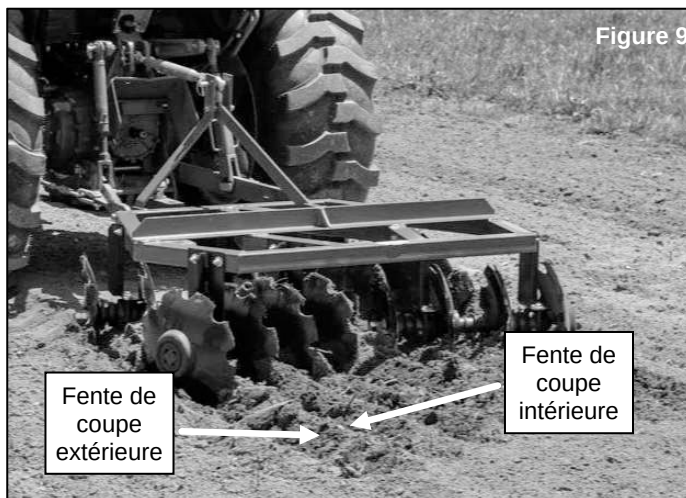

Figure 9
8. Après la première passe, faites demi-tour : vous verrez 2 fentes qui montrent où les disques extérieur et intérieur ont coupé; repérez le milieu des 2 fentes de la piste pour enjamber la coupe et poursuivre le hersage sur toute la parcelle. **Figures 9 et 10**